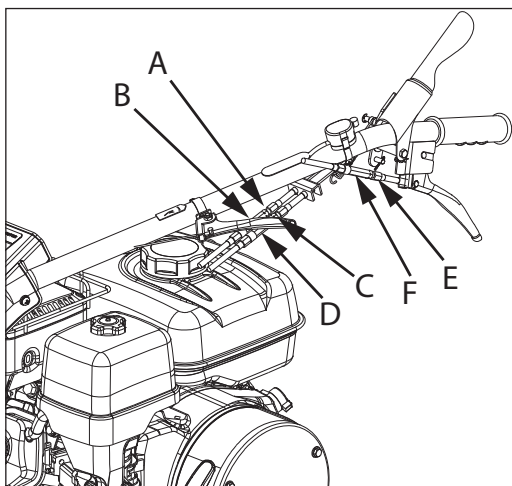

Bild 17
- Wenn der Fahrertrieb sich nicht einschalten lässt, obwohl der Kupplungshebel gezogen wird, oder der Keilriemen rutscht, gehen Sie wie folgt vor: Lösen Sie die Sicherungsmutter (Abb. A und C, Bild 17) am Bowdenzug des Fahrertriebes und ziehen Sie die Stellmutter (Abb. B und D, Bild 17) etwas fester an. Prüfen Sie das Ergebnis. Lässt sich der Fahrertrieb wieder ordnungsgemäß schalten, ziehen Sie die Sicherungsmutter (Abb. A und C, Bild 17) wieder fest an.
- Wird der Fahrertrieb zugeschaltet, obwohl der Kupplungshebel nicht betätigt wird, muss entsprechend die Stellmutter (Abb. B und D, Bild 17) etwas gelöst werden. Überprüfen Sie auch hier das Ergebnis und ziehen Sie die Sicherungsmutter (Abb. A und C, Bild 17) wieder fest an.
Lösen Sie die Sicherungsmutter (Abb. E Bild 17 & 18). Stellen Sie die Stellmutter (Abb. F Bild 17 & 18) ein. Prüfen Sie das Ergebnis und regulieren Sie nach, wenn erforderlich. Ziehen Sie die Sicherungsmutter wieder fest an.